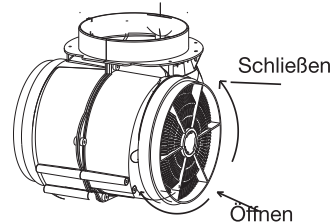

Abbildung 3
– Nehmen Sie Aluminium Filter, und montieren Sie die Kohlefilter auf beiden Seiten des Motors. Siehe *Abbildung 3*.